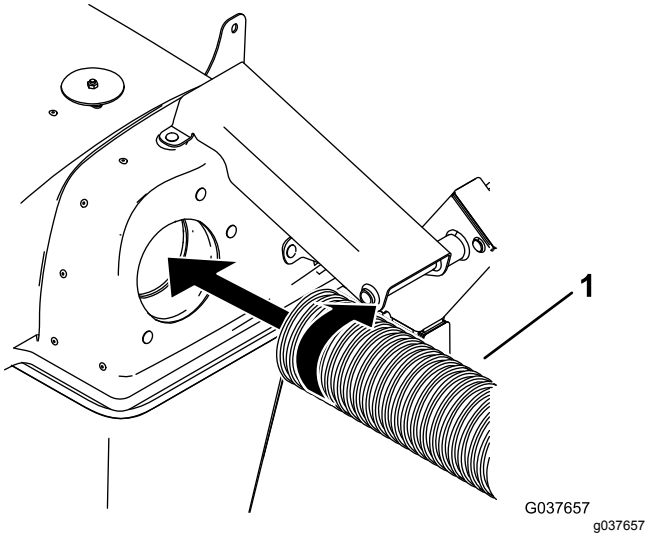

図 19
1. チューブの一端部を、フードにねじ込む。ブローアからおよそ90度の曲がりが出て固定されるまでねじ込むこと 図 19。